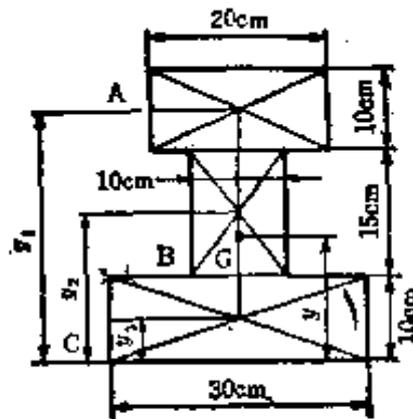

图1.23 例题图
**【例题】** 如图1.23所示形状的零件, 由均质材料制成。此零件的厚度一定, 试确定其重心的位置。